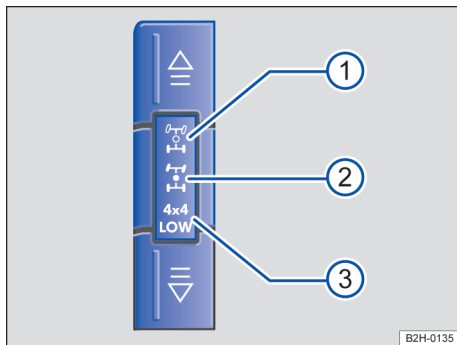

Fig. 108 No console central: botões para ligar e desligar a tração nas quatro rodas.
Em veículos com tração nas quatro rodas selecionável, na condição inicial, a tração traseira sempre está ativa. A tração nas quatro rodas é acionada manualmente em 2 etapas pelos botões no console central → **Fig. 108**.
Utilizar a tração traseira em ruas secas com solo firme. Com a tração traseira acionada, acende-se o símbolo → **Fig. 108 ①** no console central.
- Pressionar o botão  uma vez.  pisca por alguns segundos no instrumento combinado. A tração nas quatro rodas (4X4 HIGH) estará ativada se no instrumento combinado e no console central  → Fig. 108  estiver acesa de modo permanente.
- Pressionar novamente o botão  com o motor em funcionamento e a tração nas quatro rodas acionada (4X4 HIGH). 4X4 LOW pisca durante alguns segundos no instrumento combinado. A tração nas quatro rodas com nível de rotação intensamente reduzido (4X4 LOW) estará ativada se no instrumento combinado e no console central 4X4 LOW → Fig. 108  estiver acesa de modo permanente.